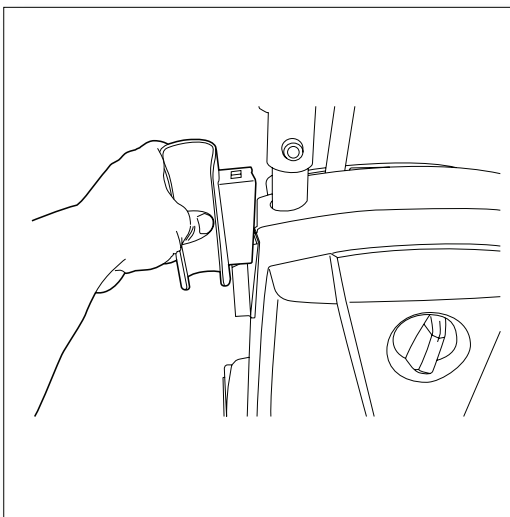

Fig. 1
- Con la hidrolavadora de frente, deslice el sujetador de la pistola rociadora en el lado izquierdo. Esto no requiere ningún tornillo. (Fig. 1)